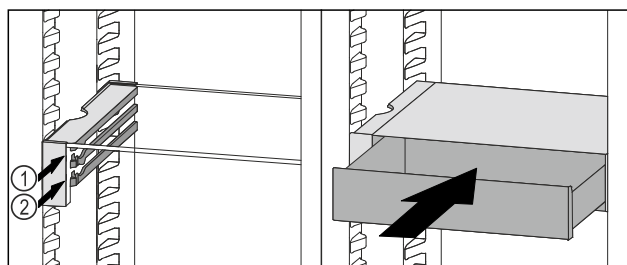

Fig. 111
- Nasaďte zásuvku VarioSafe za zářezky na požadovaném žebro Fig. 111 (1) nebo Fig. 111 (2).